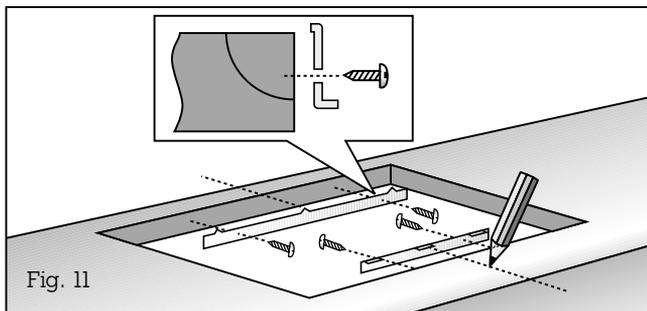

Fig. 11
- **Contrasegnate esattamente il centro dell'intaglio.** Fissate la guida lunga sul bordo posteriore e quella corta sul bordo anteriore dell'intaglio. Badate che le sporgenze della guida poggino sul piano di lavoro e che il contrassegno del centro della guida corrisponda esattamente a quello del piano di lavoro (Fig. 11).